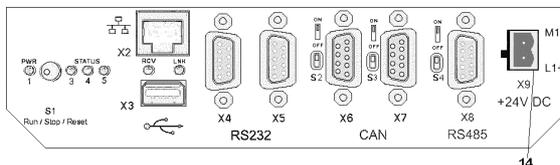

Abb. 18: Stromversorgung
1. **Stromversorgung anschließen:** Verbinden Sie die Zuleitung unter Verwendung des mitgelieferten Steckers mit der Schnittstelle X9 auf der Rückseite des Gerätes ( Abb. 18 / Pos. 14).